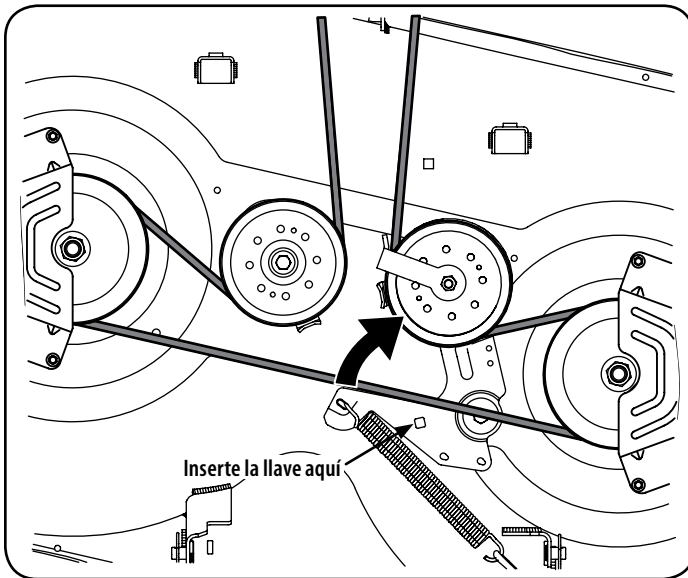

Figura 28
- c. Trabajando en el lado derecho del tractor, inserte una llave de trinquete de 3/8", regulada para ajustar, en el orificio cuadrado del soporte intermedio. Vea la Figura 28.